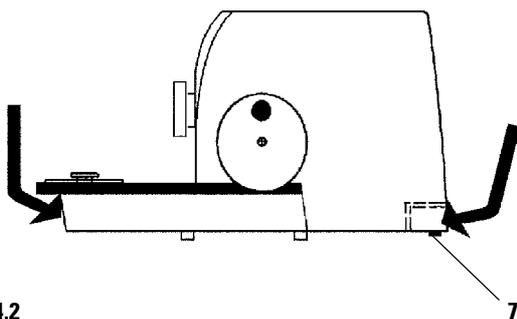

Fig. 14.2
- Ouvrez le haut du carton extérieur (1).
- Sortez le carton contenant les accessoires (2) ainsi que le mode d'emploi.
- Retirez le carton extérieur (1) par le haut
- Rabattez les parties latérales du carton intérieur (6).
- Sortez le module de fixation (3).
- Prenez le microtome (4) à l'avant par le socle et à l'arrière par la moulure (Fig. 14.2) pour le soulever et dégagez-le du moulage (5).
- Dévissez les deux vis (8) se trouvant en haut et en bas sur les 4 faces de la caisse et enlevez le couvercle (1).
- Enlevez la pièce de rembourrage (2).
- Retirez le cadre de bois (3) par le haut.
- Sortez le carton contenant les accessoires (6).
- Prenez le microtome (4) à l'avant par le socle et à l'arrière par la moulure (Fig. 14.2) pour le soulever et dégagez-le du moulage (5) de la palette de bois.
Deux patins (7, Fig. 14.2) sur l'arrière du socle facilitent le déplacement du microtome sur la table.